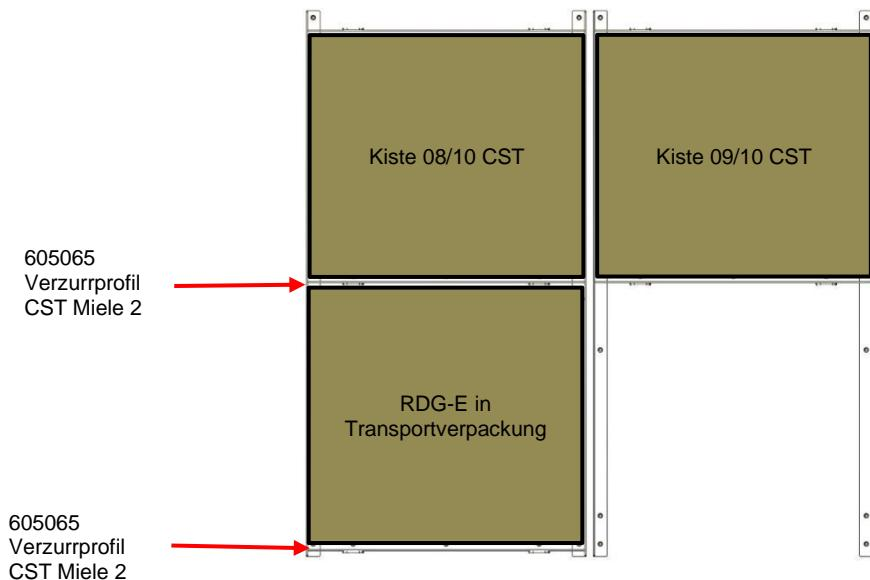

Abb. 5: RDG-E in Transportverpackung – Montage Verzurrprofile CST Miele 2
- ◆ Montieren sie ein Verzurrprofil CST Miele 2 (Art.-Nr. 605065, siehe Abb. 5:).
- ◆ Transportieren Sie mit dem Hubwagen oder mit dem Hydraulikstapler das RDG-E in Transportverpackung zwischen die beiden Verzurrprofile CST Miele links und Miele rechts (siehe Abb. 5:).